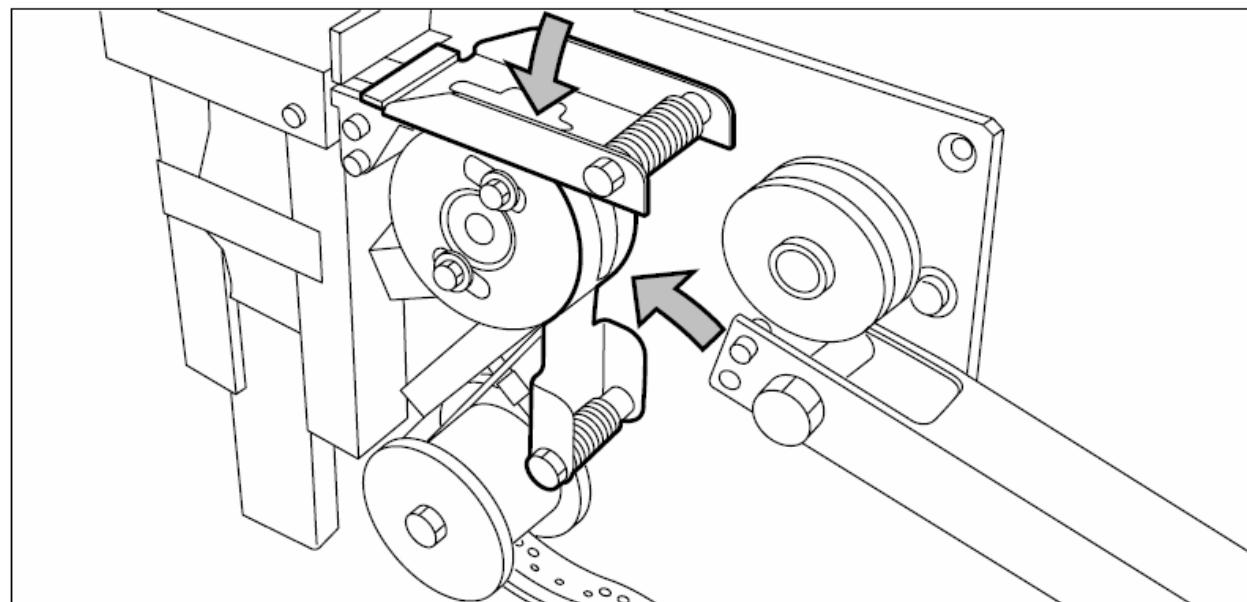

Рисунок 115. Возвращение направляющих
6. Придвиньте направляющие к прижимному ролику (см. рисунок 115).